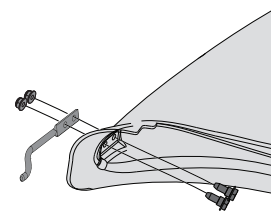

Figure 18
- Passez deux boulons (738-1225) dans les trous situés à la base de l'avant de la goulotte. Voir Figure 18.
- Placez la tige de montage (747-06309) sur les deux boulons, avec l'extrémité coudée tournée vers la bouche de la goulotte. Voir Figure 18.
- Faites tenir le tout en place avec des écrous (712-04064). Voir Figure 18.